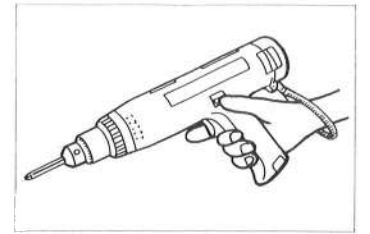

図9
- 事故防止のため、⑦スイッチロックされていることを確認して下さい(図9参照)。